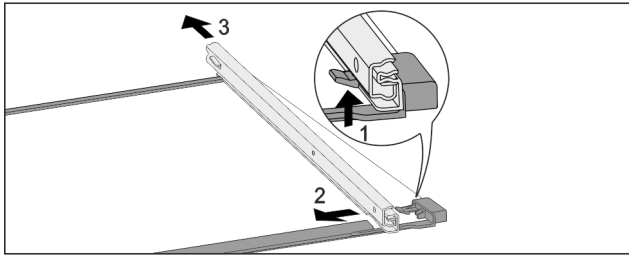

Fig. 150 Стеклопанель с направляющими
- ▶ Отожмите передний стопорный крючок вверх. Fig. 150 (1)
- ▶ Сдвиньте выдвижную направляющую в сторону Fig. 150 (2) и назад Fig. 150 (3).